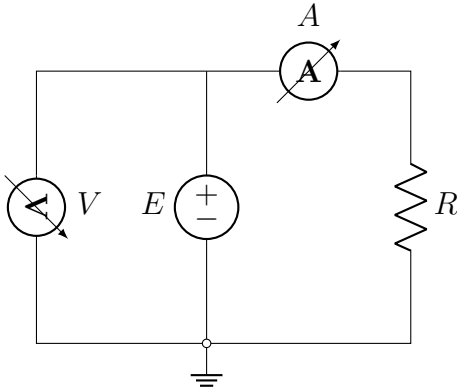

Figura 4: Voltímetro en fuente E
- Arme el circuito de la figura 4.